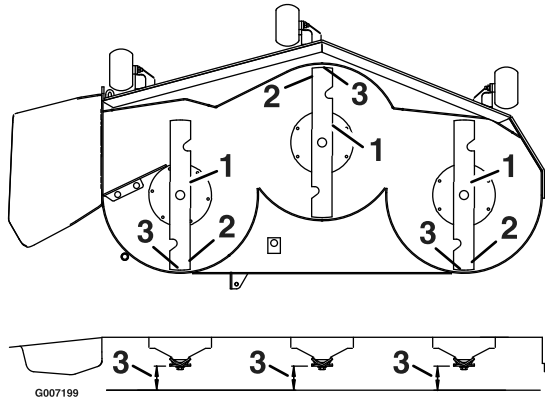

Figura 63
3. Gire cuidadosamente las cuchillas colocándolas en el sentido de avance de la máquina (Figura 63).
4. Mida entre la punta de la cuchilla delantera y la superficie plana y entre la punta de la cuchilla trasera y la superficie plana (Figura 63). Si la punta de la cuchilla delantera no está entre 1,6 y 7,9 mm (1/16 y 5/16 pulg.) más baja que la punta de la cuchilla trasera, vaya al procedimiento Nivelación de la carcasa de corte.